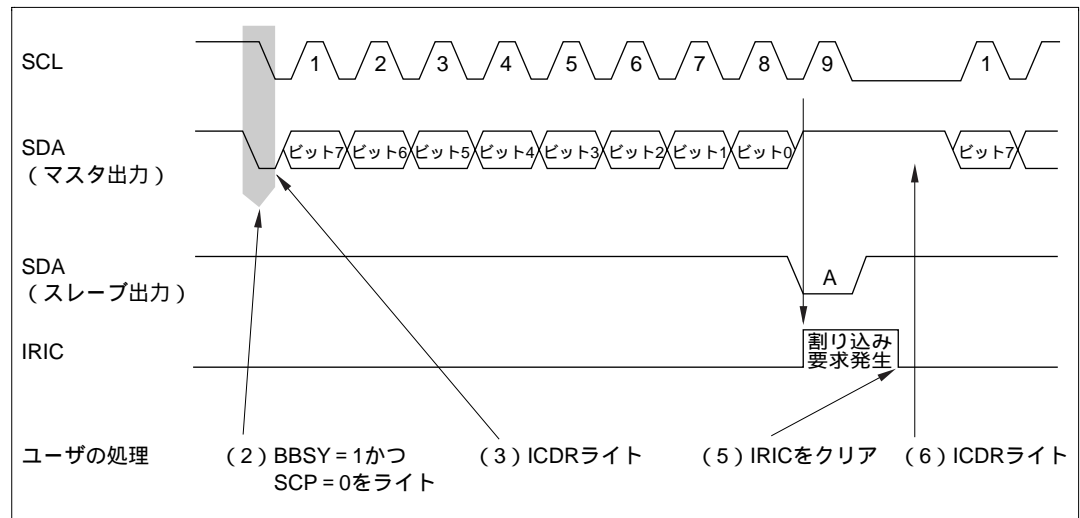

図 13.6 マスタ送信モード動作タイミング (MLS = WAIT = ACK = 0 のとき)
- (1) ICMR の MLS、WAIT および ICCR の ACK、CKS2～CKS0 を動作モードに合わせて設定します。また、ICCR の ICE を 1 にセットします。
- (2) ICSR の BBSY をリードし、バスがフリー状態であることを確認後、ICCR の MST、TRS をそれぞれ 1 にセットしてマスタ送信モードに設定します。その後、BBSY = 1 かつ SCP = 0 をライトします。これにより、SCL が High レベルのとき SDA を High レベルから Low レベルに変化させ、開始条件を生成します。
- (3) ICDR にデータをライトします。マスタデバイスは、図 13.6 で示すタイミングで、送信クロックと ICDR にライトされたデータを順次送出します。SAR の FS が 0 のとき、開始条件に続く第 1 バイトデータは、7 ビットのスレーブアドレスと送信 / 受信の方向を示します。選択された (スレーブアドレスが一致) スレーブデバイスは、送信クロックの 9 クロック目に SDA を Low レベルにし、アクノリッジを返します。
- (4) 1 バイトのデータ送信が終了し、送信クロックの 9 クロック目の立ち上がりで、ICSR の IRIC が 1 にセットされます。このとき、ICCR の IEIC が 1 にセットされていると、CPU に対し割り込み要求を発生します。また SCL は 1 フレーム転送終了後、内部クロックに同期して自動的に Low レベルに固定されます。
- (5) ソフトウェアで ICSR の IRIC を 0 にクリアします。
- (6) 送信を続ける場合は、次に送信するデータを ICDR にライトします。次バイトの送信は内部クロックに同期して行われます。